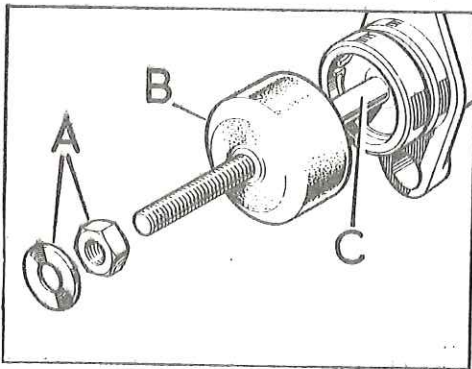

Fig. H-29 Tapa de la varilla de empuje
- 1.2. Retirar la arandela y la tuerca, A (Fig. H-29) y la tapa de caucho, B, de la varilla de empuje, C.